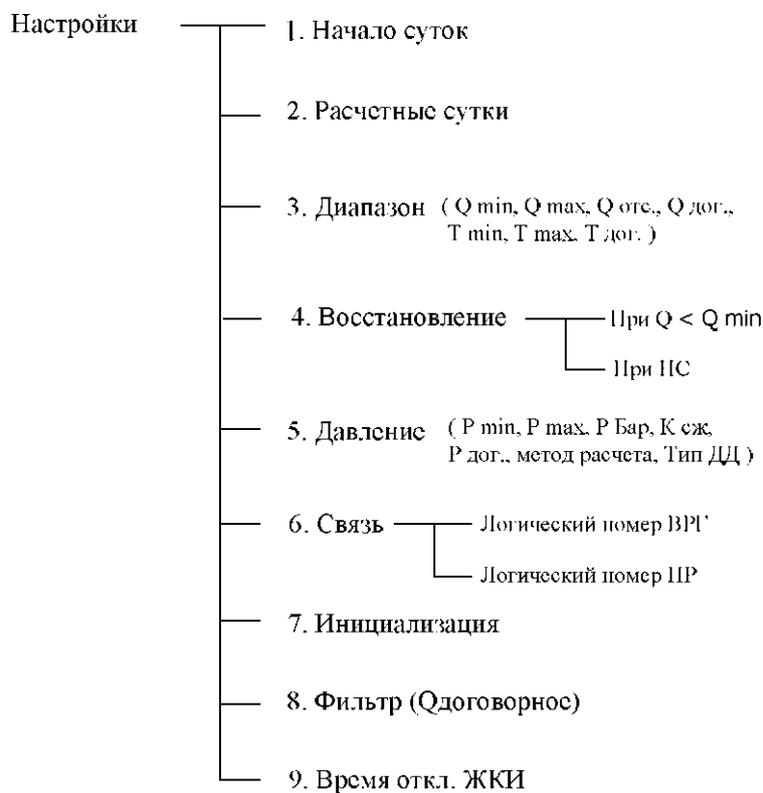

Рисунок 9
2.6.14 Пункт меню «Настройки» предназначен для ввода настроечных параметров объекта (рисунок 9).